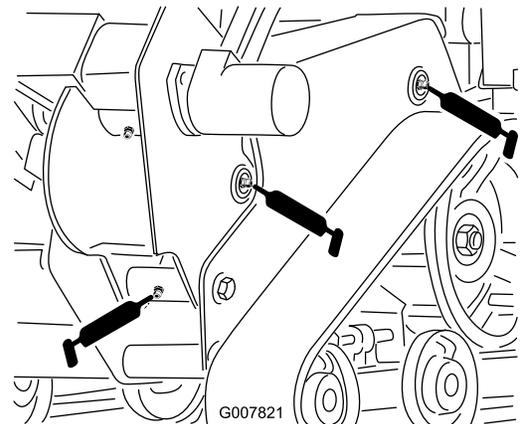

Figura 23
4. Collegate un ingrassatore a pressione a ciascun raccordo (da Figura 23 a Figura 26).